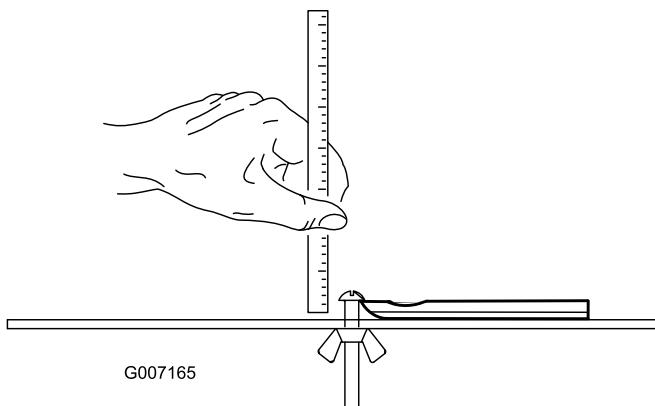

Figure 34
**Remarque:** Toutes les mesures de limite de service renvoient au bas de la contre-lame (Figure 34).